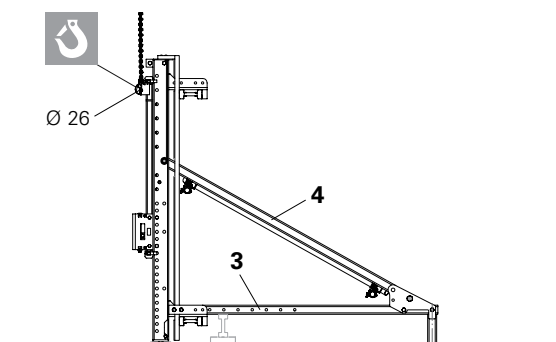

Fig. A6.04
1. Inserire il perno nel foro $\varnothing 26$ dell'attacco puntone del carrello e assicurarlo con inserto a molla. (Fig. A6.04)
(Fig. A6.04)